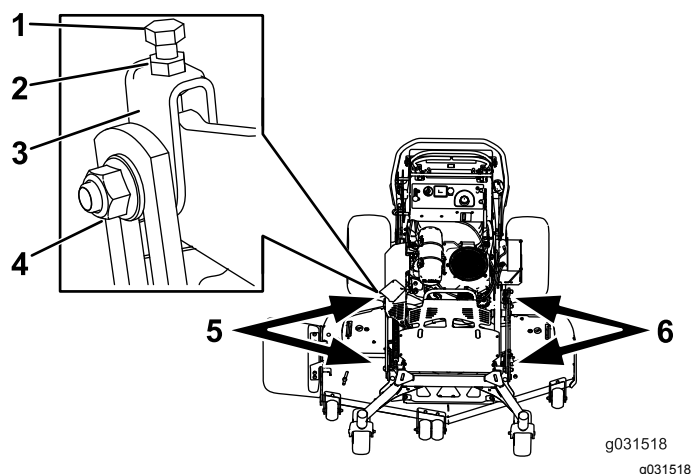

Figure 80
1. Desserrez l'écrou latéral et l'écrou de blocage dans les chapes que vous voulez régler (Figure 80).
2. Tournez le boulon supérieur de ces chapes pour régler la hauteur du tablier de coupe (Figure 80).